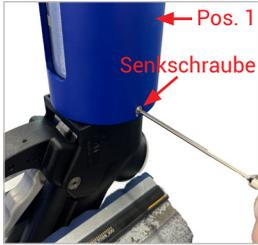

Abbildung 7
- ▶ Schrauben Sie die zwei Senkschrauben mit einem Sechskantschraubendreher SW2 aus der Stoßschutzhülse (Pos. 1) heraus (Abbildung 7).